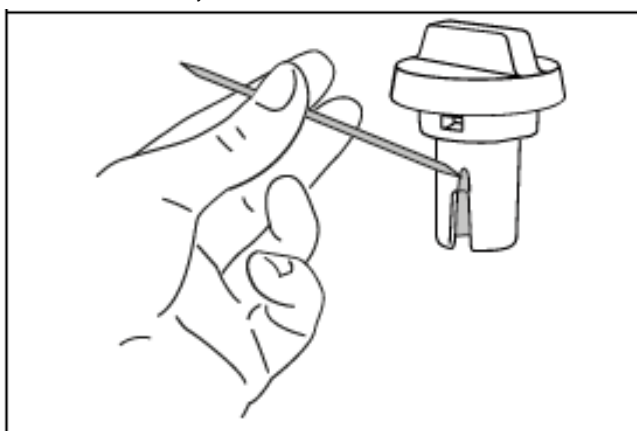

Рис. 53
- Тщательно промойте все компоненты вспенивателя горячей водой с мягким моющим средством. Все компоненты и контейнер можно мыть в посудомоечной машине, разместив их в верхней корзине. Особое внимание уделите углублению и канавке под регулятором (рис. 53): на них не должно оставаться молочных загрязнений. При необходимости удалите остатки из канавки зубочисткой.